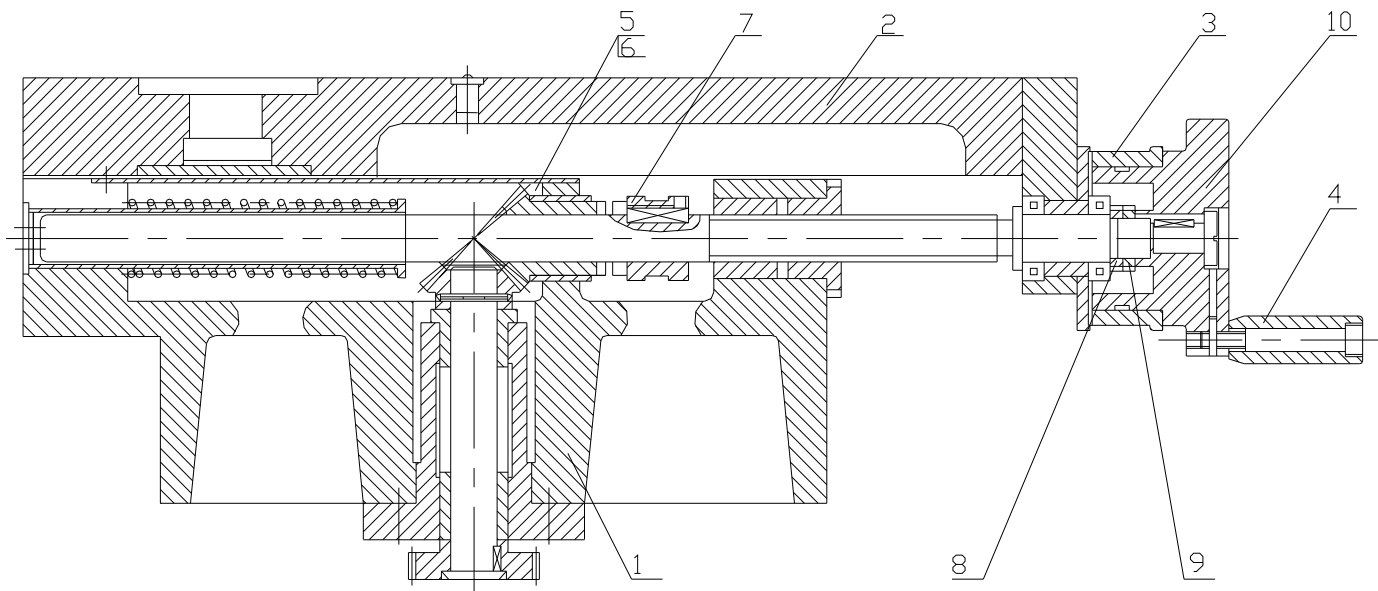

Рис.34
8.8.3. УСТАНОВКА ПОДШИПНИКОВ НА ВИНТ ВЕРХНЕГО СУППОРТА (рис.34)